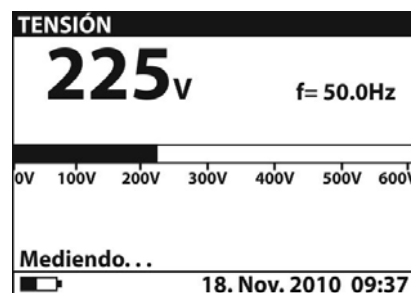

Fig. 14: Pantalla valor medido
6. Pulse nuevamente la tecla **START/STOP** para terminar la medida. El resultado de la prueba es presente en el visualizador (ver Fig. 14)